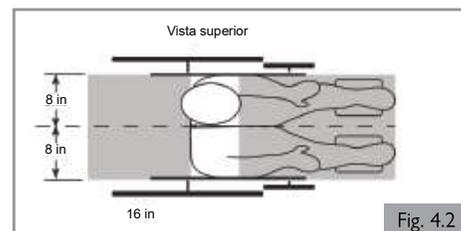
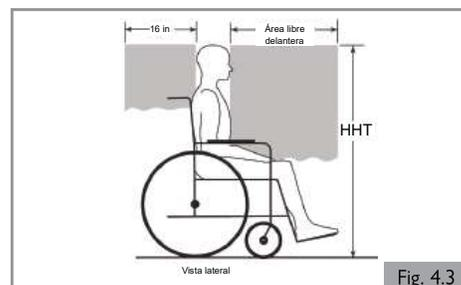

Fig. 4.2
Fig. 4.3
3. Las áreas libres recomendadas para el ocupante de la silla de ruedas sentado, inmovilizado tanto con el cinturón pélvico y el de la parte superior del torso como solo con el cinturón pélvico, se muestran en los diagramas (Fig. 4.2 y Fig. 4.3) y se describen a continuación. El área libre delantera debe ser más amplia cuando no se usen las correas para la parte superior del torso. El área libre trasera de 40,5 cm (16 in) se mide desde el punto que se encuentra más atrás en la cabeza del ocupante. El área libre delantera se mide desde el punto de la cabeza del ocupante que se encuentra más adelante y es de 66 cm (26 in) con el cinturón pélvico y de 94 cm (37 in) solo con el cinturón pélvico. El área libre delantera puede lograrse en el caso de los usuarios sentados de la silla de ruedas.
4. La altura estimada en posición sentada desde el suelo hasta la parte superior de la cabeza del ocupante de la silla de ruedas varía aproximadamente desde 119 cm (47 in) para una mujer adulta baja hasta 155 cm (61 in) para un varón adulto alto (Fig. 4.3).